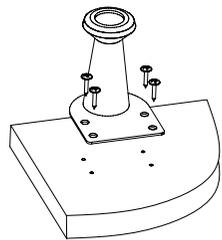

Рис.4
5. Прикрепить при помощи шурупов 3,5x16 опоры регулируемые ко дну 1 (Рис. 4).